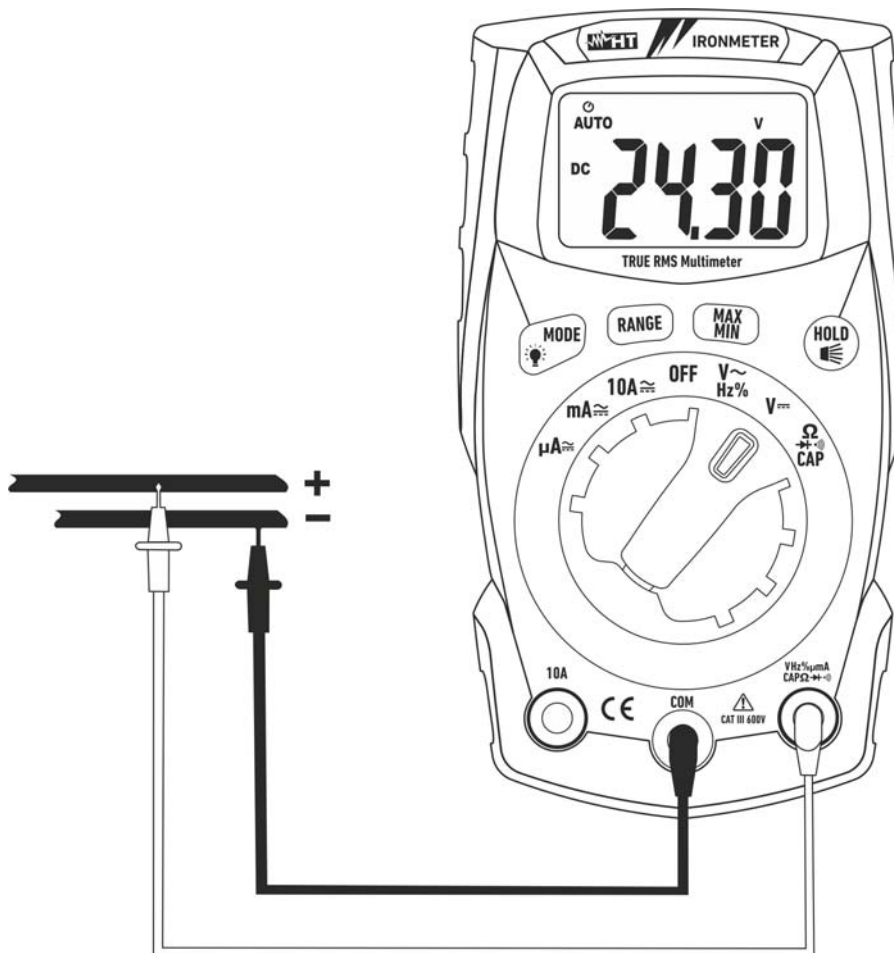

Fig. 3: Uso del instrumento para medida de Tensión CC
3. Posicione la punta roja y la punta negra respectivamente en los puntos a potencial positivo y negativo del circuito en examen (vea Fig. 3). El valor de la Tensión se muestra en pantalla
5. La visualización del símbolo "-" en el visualizador del instrumento indica que la Tensión tiene sentido opuesto respecto a la conexión de Fig. 3.